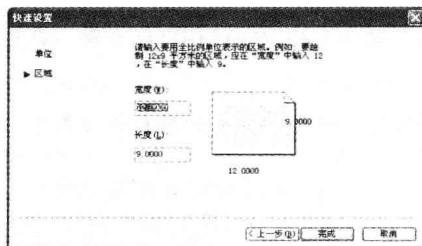

图1-10 “快速设置-区域”对话框
⑦ 单击“下一步”按钮,即可打开“快速设置-区域”对话框,在其中输入要用全比例单位表示的区域,如图 1-10 所示。单击“完成”按钮,即可完成创建新图形的操作。